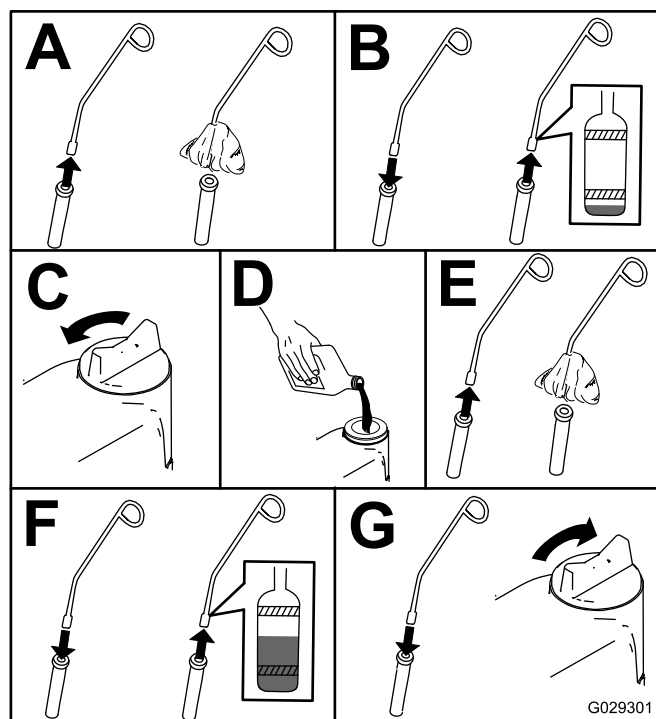

Figure 26
5. Contrôlez le niveau d'huile et faites l'appoint au besoin (Figure 26).